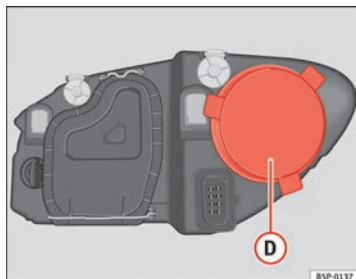

Abb. 187 Standlicht
- Den Deckel ⇒ Abb. 187 **D** abziehen.